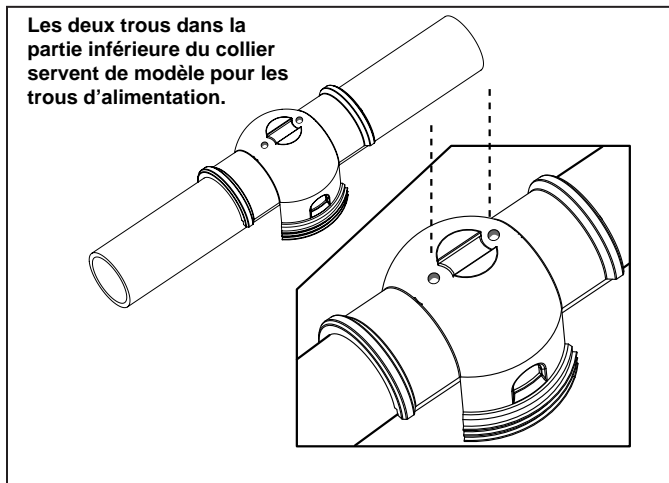

Figure 6. Marquer les trous dans le tuyau avant le perçage
- Inverser les colliers du bas et placer sur le tuyau. Marquer les trous pour percer le tuyau (voir Figure 6).